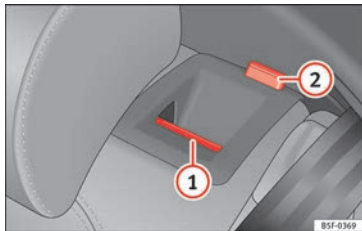

Fig. 143 Dans le dossier de la banquette arrière : touche de déverrouillage (1) ; repère rouge (2).
- Tirez la touche de déverrouillage » fig. 143 (1) vers l'avant et, en même temps, rabaissez le dossier.
- Le dossier arrière est débloqué quand le repère rouge est visible sur la touche (2).
Le dossier arrière est débloqué quand le repère rouge est visible sur la touche » fig. 143 (2).